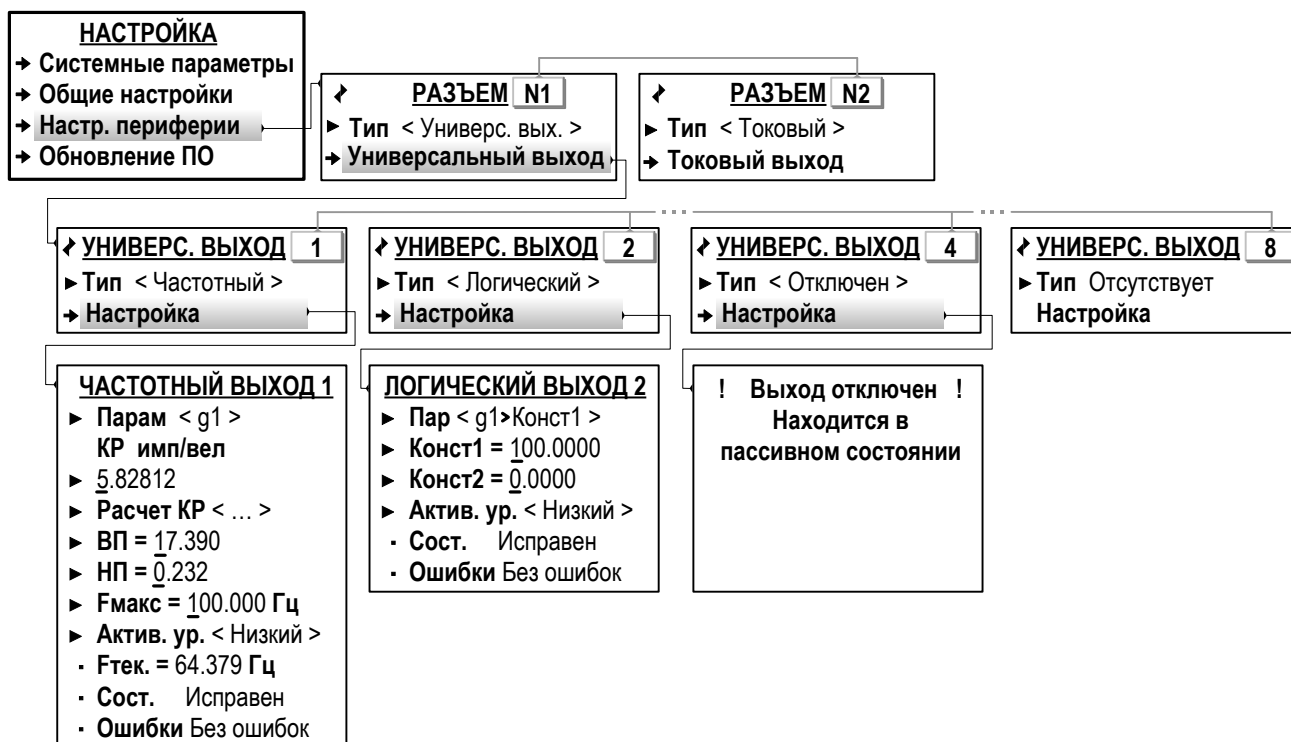

Рис.28. Вид меню настройки универсальных выходов (режим СЕРВИС).
Состояние электронного ключа (замкнуто / разомкнуто) определяется установленным (в соответствующем меню, рис.28) уровнем активного сигнала:
7.6.1.3. Настройка универсальных выходов выполняется в меню **Настройка / Настр. периферии** (рис.28).